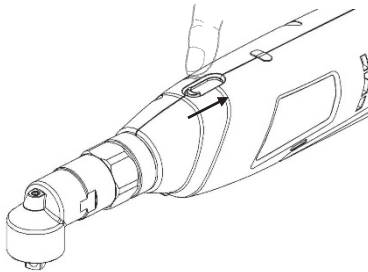

Abb.2
1. Öffnen Sie die Drehmomenteinstellungsabdeckung (siehe Abb. 2).